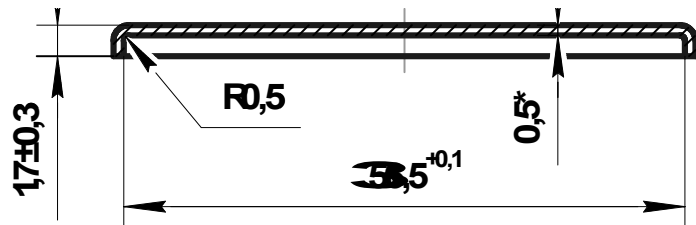
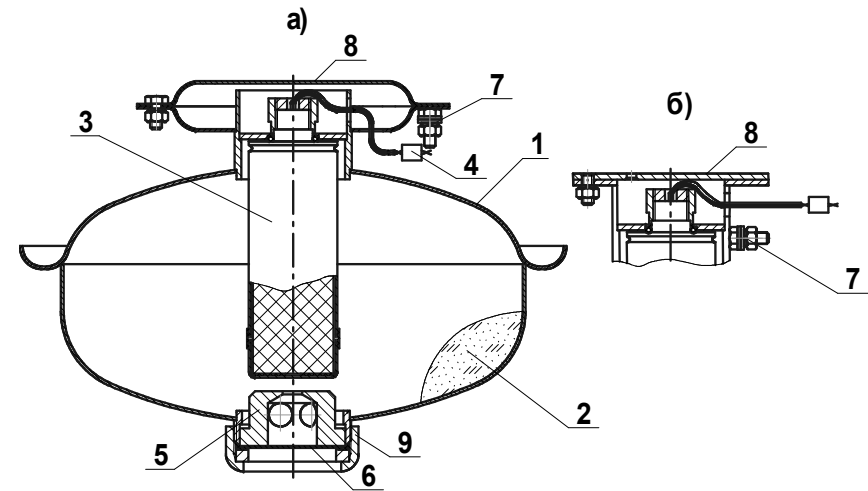

Рисунок 3
Рисунок 1
7.3 При перезарядке и сборке сработавшего на тушение возгорания МПП необходимо заменить ИХГ (поз.3 рисунок 1) ИХГ-4(М)-01 СИАВ 066614.023.000 ТУ, заполнить корпус МПП огнетушащим порошком и установить мембрану (поз. 6 рисунок 1), изготовленную по чертежу (рисунок 3) из листа АМцН2-0,5 ГОСТ 21631-76. После установки мембраны необходимо обеспечить момент затяжки гайки (поз. 9 рисунок 1) усилием  $(150 \pm 10) \text{ Н} \cdot \text{м}$ .
6.2 Закрепить кронштейн 8 (см. рисунок 1а или 1б) на потолке.